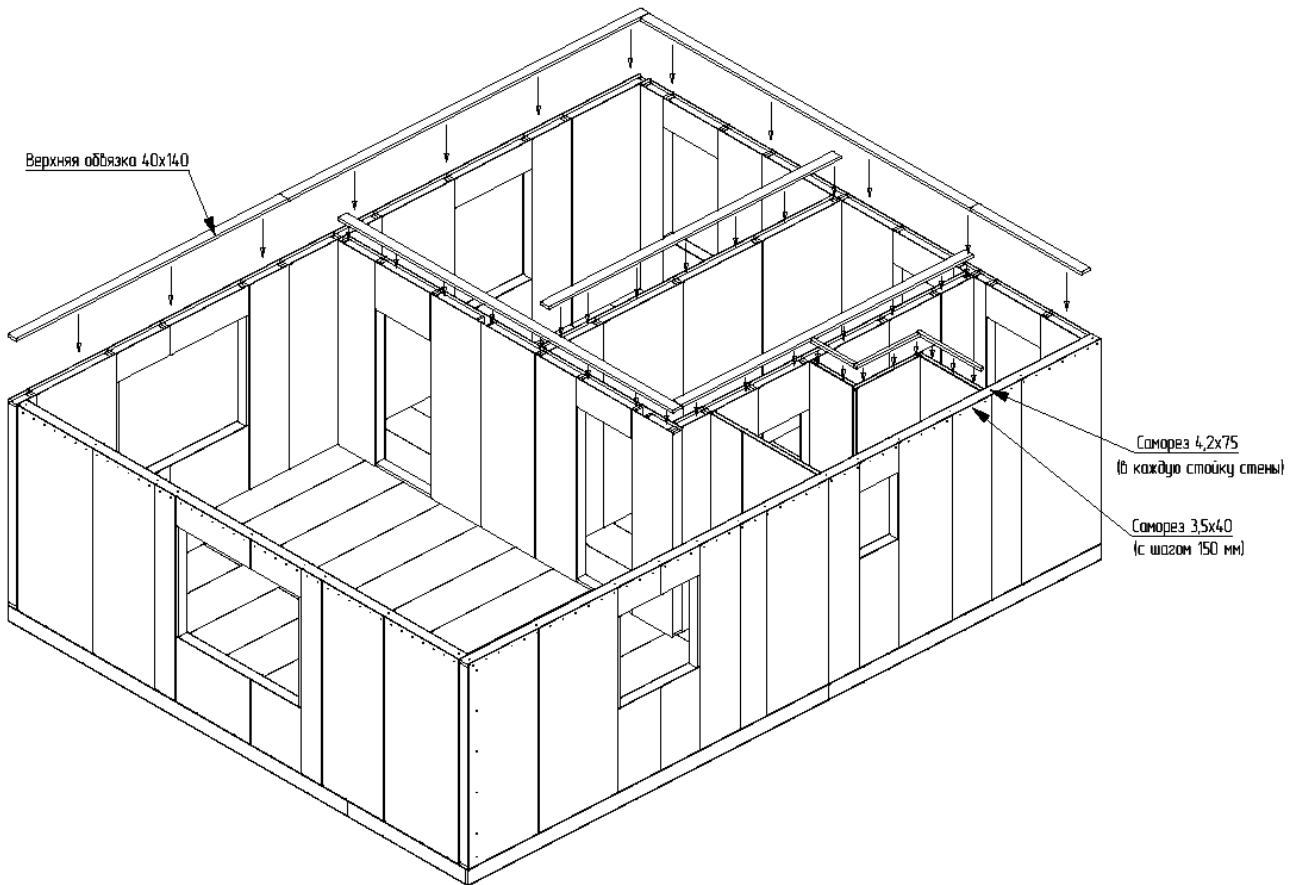

Рис. 13: Установка верхней обвязки стен первого этажа.
13. После завершения сборки всех стен первого этажа верхние выборки SIP-панелей пропениваются монтажной пеной, затем в них вкладывается верхняя обвязка 40x140 (Рис. 13). Верхняя обвязка крепится ко всем стойкам первого этажа саморезами 4,2x75, все SIP-панели первого этажа пришиваются к верхней обвязке шурупами 3,5x40 с шагом 150 мм с обеих сторон.